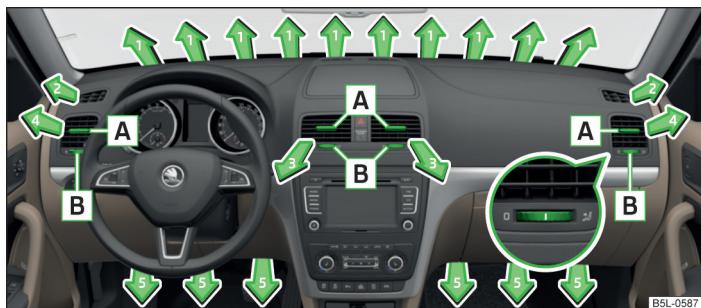
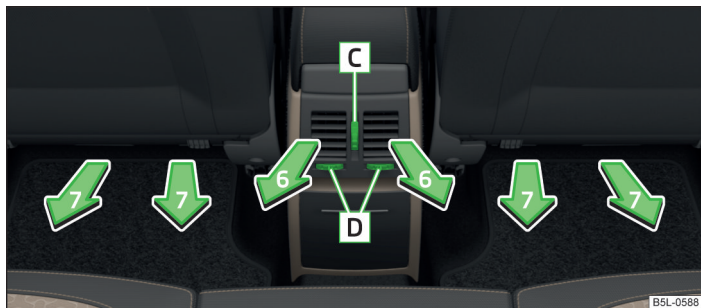

Fig. 91 Fantele de ventilație față
Fig. 92 Fantele de ventilație spate
La fantele de ventilație 3, 4 » fig. 91 și 6 » fig. 92 se poate modifica direcția curentului de aer, iar duzele se pot închide și deschide și individual.
› Rotiți butonul rotativ **B** în poziția  » fig. 91.
› Rotiți butonul rotativ **B** în poziția 0 » fig. 91.
› Rotiți butonul rotativ **C** între pozițiile finale » fig. 92.
› Rotiți butonul rotativ **C** în poziție finală » fig. 92.
› Deplasați lamele orizontale cu ajutorul elementului de reglare **A** în sus sau în jos, pentru a modifica înălțimea curentului de aer » fig. 91.
› Deplasați lamele orizontale cu ajutorul elementului de reglare orizontal **C** în sus sau în jos, pentru a modifica înălțimea curentului de aer » fig. 92.
- Fantele de ventilație 6 » fig. 92 sunt prevăzute numai la autovehiculele cu consolă centrală înaltă.